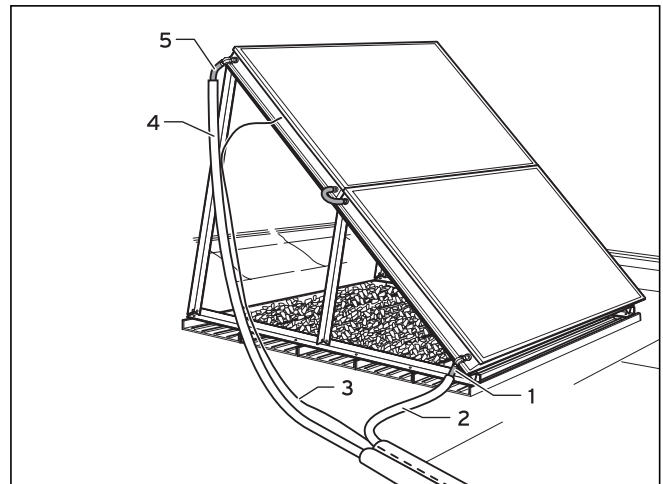

Bild 4.20 Genomförning för de separata solvärme-kopparrören
- Montera därefter solvärme-kopparröret vid den nedre solpanelanslutningen. Forma röränden (**1**, se bild 4.20).
- För på den enskilda rörisoleringen (**2**) (tillbehör, se bild 4.20) till snittet i isoleringen på röränden. Kapa isoleringen så att den passar.